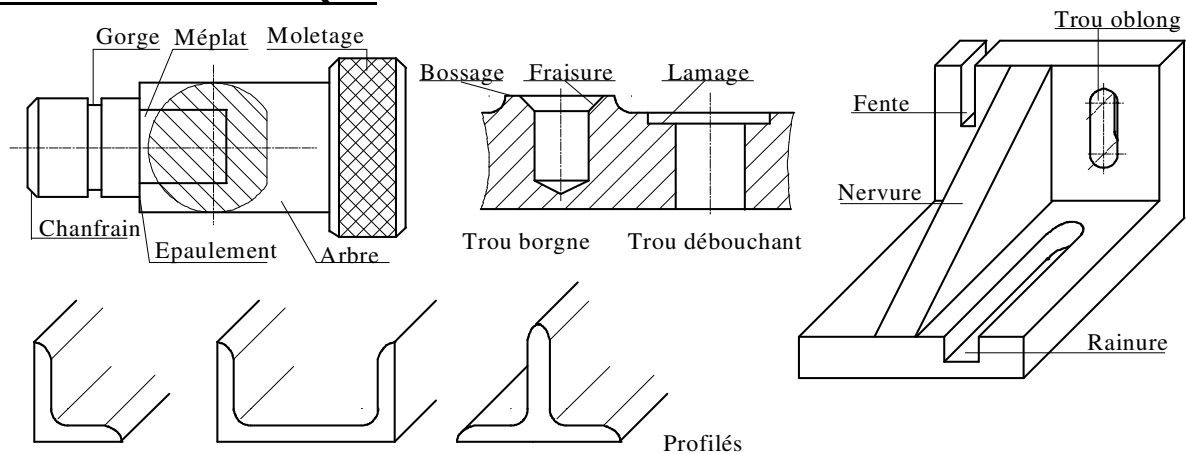

fig. 10
b) Section rabattue: obtenue par pivotement de 90° du plan de section. Elle est donc dessinée directement sur la vue géométrale d'origine, son contour est dessiné en trait fin. (Voir fig.10 p.8)